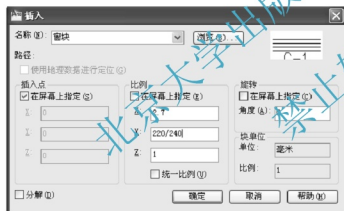

图 4.22 【插入】对话框
(4) 在命令行输入“1”后按 Enter 键，弹出【插入】对话框，其中的参数设置如图 4.22 所示。单击【确定】按钮关闭对话框。